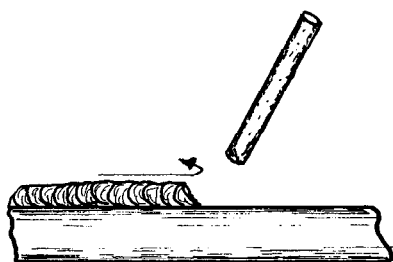

Figura 2.70
- ▲ Séptimo paso *Interrumpa el cordón* (Figura 2.70).